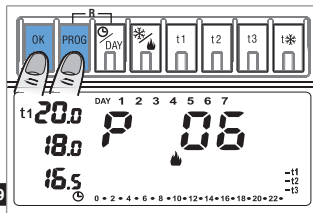

Fig.29
- Premere ripetutamente il tasto **PROG** sino a quando sul display apparirà la scritta **P 06**, quindi confermare premendo il tasto **OK** (Fig.29).